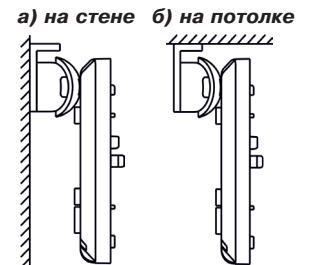

Рисунок 6 – Крепление извещателя с кронштейном
**Примечание** – При креплении извещателя на кронштейне (рис. 6) выверните винт М3х20 из кронштейна. Удерживая кронштейн в собранном состоянии, совместите квадратный выступ наружной сферы кронштейна с соответствующим пазом в основании извещателя и соедините винтом используя усилие, обеспечивающее поворот основания на кронштейне.